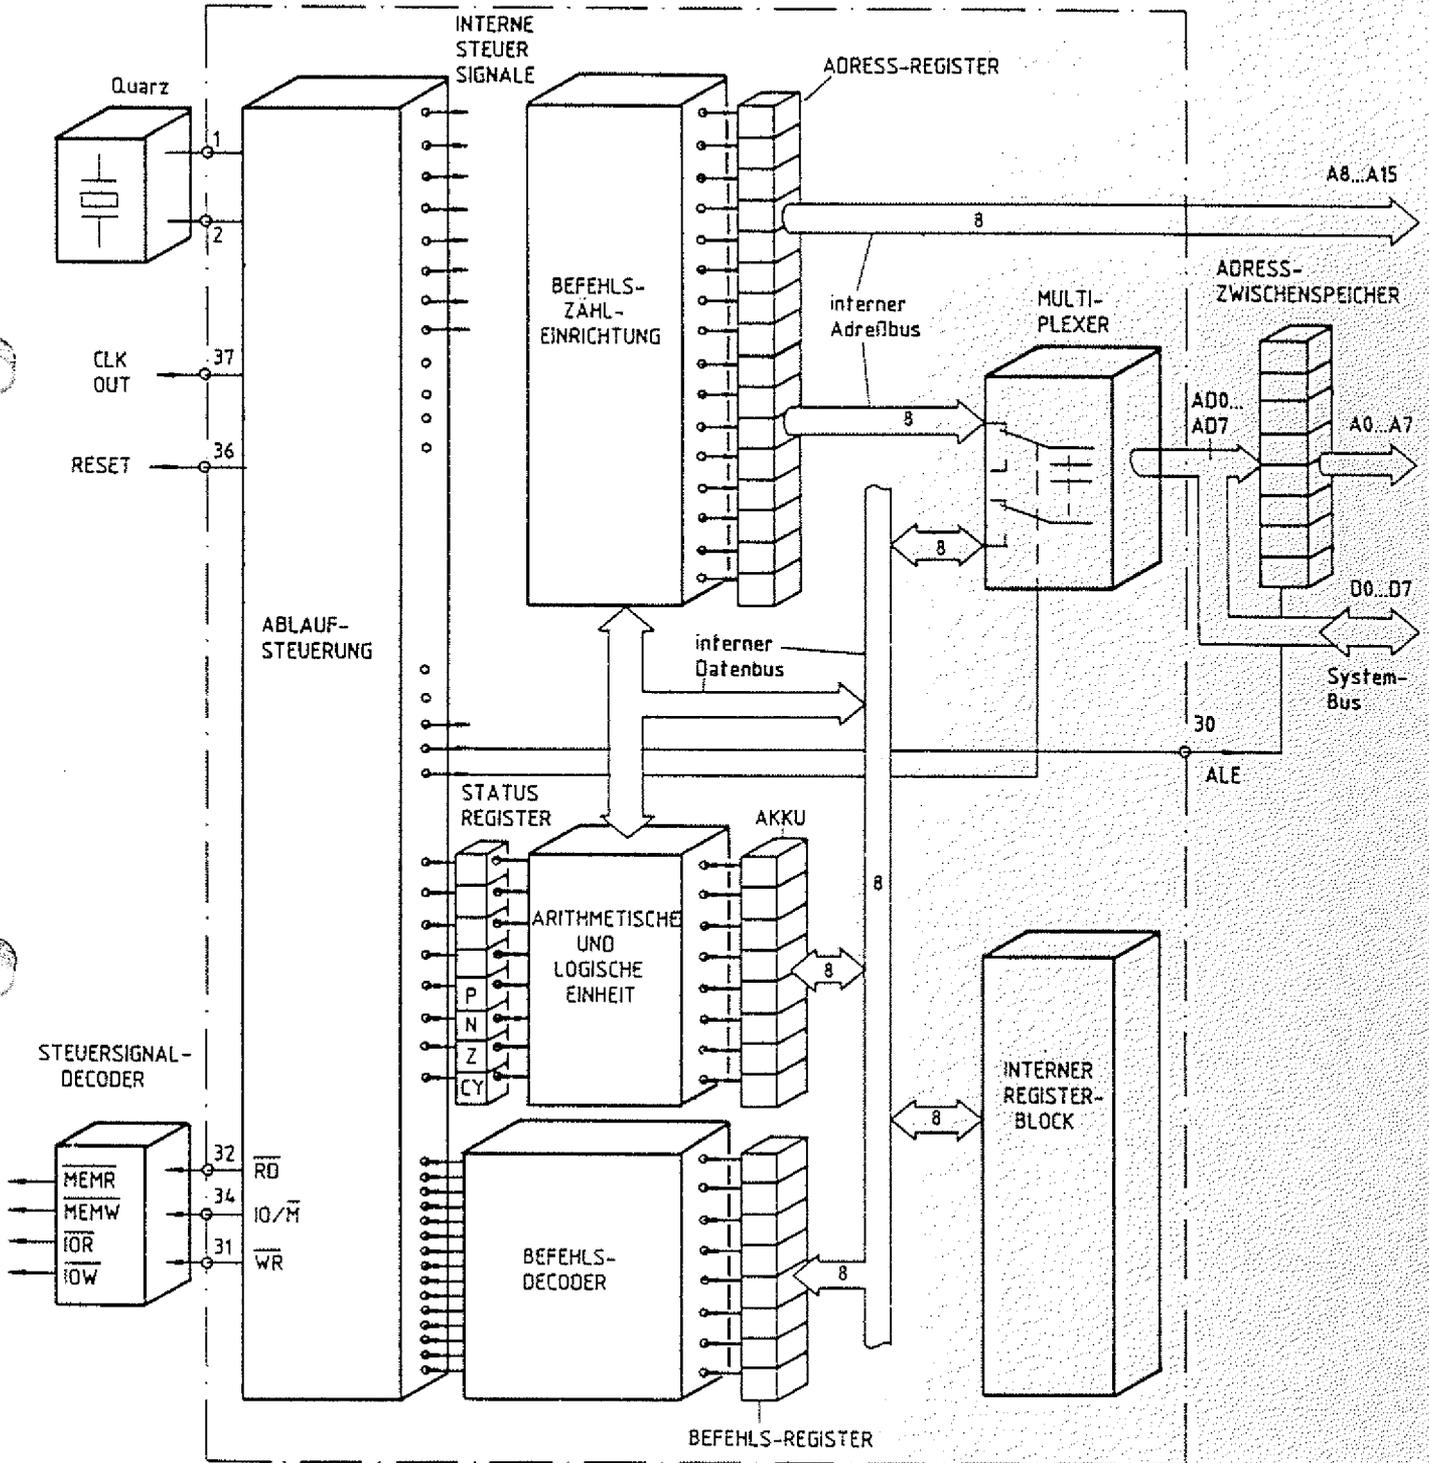
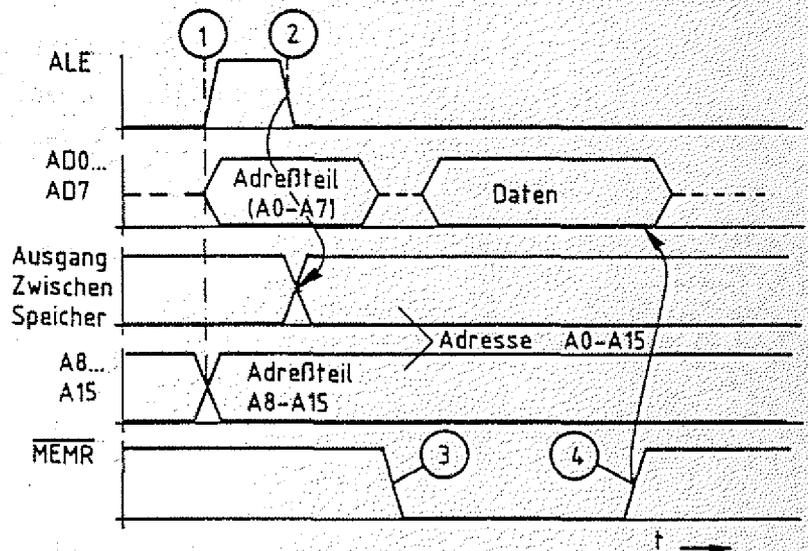

Bild 7: Baugruppe "Prozessor 8085" (Prinzip)
Bild 10: Lesen eines Datenbytes durch die CPU 8085 mit Adreßzwischenspeicherung
Im Theorieteil 1 wurde die interne Struktur eines Mikroprozessors und die Funktion wichtiger Elemente besprochen. Im MFA-Mikrocomputer-Baugruppensystem wird der Mikroprozessor "8085" eingesetzt, der neben den behandelten Registern (Akkumulator, Befehlsregister, Adreßregister und Statusregister) noch weitere besitzt, die jedoch für die grundsätzliche Arbeitsweise des Prozessors nicht von Bedeutung sind. Die Funktion dieser Register wird ausführlich in den "Anwender-Übungen FTÜ 20...." beschrieben. Im Theorieteil 2 wird nun auf die Baugruppe "Prozessor 8085" eingegangen. Hierbei werden einige Besonderheiten erklärt, die sich durch den Einsatz des o.g. Prozessors ergeben. Bild 7 zeigt die wichtigsten Elemente dieser Baugruppe (Prinzip). Vergleichen Sie die interne Struktur des Prozessors 8085 mit der in Bild 1 dargestellten Struktur eines allgemeinen Mikroprozessors.
Da die CPU 8085 einige Funktionseinheiten besitzt, die in anderen Prozessoren nicht vorhanden sind, die Anzahl ihrer Anschlüsse jedoch der anderer Prozessoren (40) entspricht, stehen für die Adreß- und Datensignale nicht wie üblich 24 (16 Adreß- und 8 Datenleitungen), sondern nur 16 Anschlußleitungen zur Verfügung. Damit über diese Leitungen trotzdem 16-Bit-Adressen und 8-Bit-Daten übertragen werden können, müssen einige Leitungen sowohl für den Daten- als auch für den Adreßverkehr verwendet werden. Dies geht nur, wenn man eine bestimmte Zeit lang alle 16 Leitungen für die Übertragung der 16 Adreßbits benutzt und danach 8 Leitungen für die Übertragung der 8 Datenbits. Dieses zeitlich versetzte Aussenden von Adreß- und Datensignalen nennt man "Zeitmultiplex-Betrieb". Zur Gewährleistung dieser Betriebsart wird innerhalb der CPU ein Umschalter (Multiplexer) benutzt. Er verbindet -gesteuert von der Ablaufsteuerung- 8 der 16 Leitungen für bestimmte Zeitabschnitte entweder mit dem CPU-internen Adreßbus oder mit dem CPU-internen Datenbus. Bild 7 zeigt die Anordnung dieses Multiplexers innerhalb der CPU (vergleichen Sie hierzu Bild 1). Die für Adreß- und Datensignale gemeinsam benutzten CPU-Leitungen sind durch die Bezeichnung AD0 bis AD7 gekennzeichnet. Über sie werden die niederwertigen Adreßbytes (A0 bis A7) und die Datenbytes übertragen.
Der zeitliche Verlauf der Signale zeigt, daß eine von der CPU ausgegebene Adresse solange auf dem Adreßbus zur Verfügung stehen muß, bis die CPU von der adressierten Speicherstelle Daten gelesen oder Daten an sie ausgegeben hat. Damit das niederwertige Adreßbyte auch während der Zeit des Datentransportes auf dem Adreßbus ansteht, muß es außerhalb der CPU zwischengespeichert werden. Der hierzu nötige Zwischenspeicher ist in Bild 7 schon berücksichtigt. Zur Übernahme des niederwertigen Adreßbytes in diesen Zwischenspeicher sendet die CPU jeweils bei Ausgabe einer neuen Adresse das Signal ALE aus. ALE steht für "Address-Latch-Enable" und bedeutet "Freigabe des Adressenspeichers". Mit diesem Signal muß die Übernahme der unteren acht Adreßbits in den Zwischenspeicher erfolgen. Bild 10 zeigt das Signal-Zeitdiagramm für diese Adreßzwischenspeicherung.